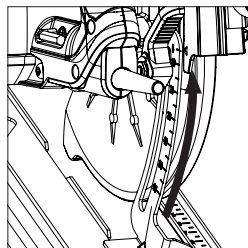

Abb. 10
(12) EINSTELLEN DER SCHNITTIEFE
- Lösen Sie die Verriegelung für die Einstellung der Schnitttiefe, indem Sie den Bedienhebel nach oben ziehen. (**Abb. 10**)